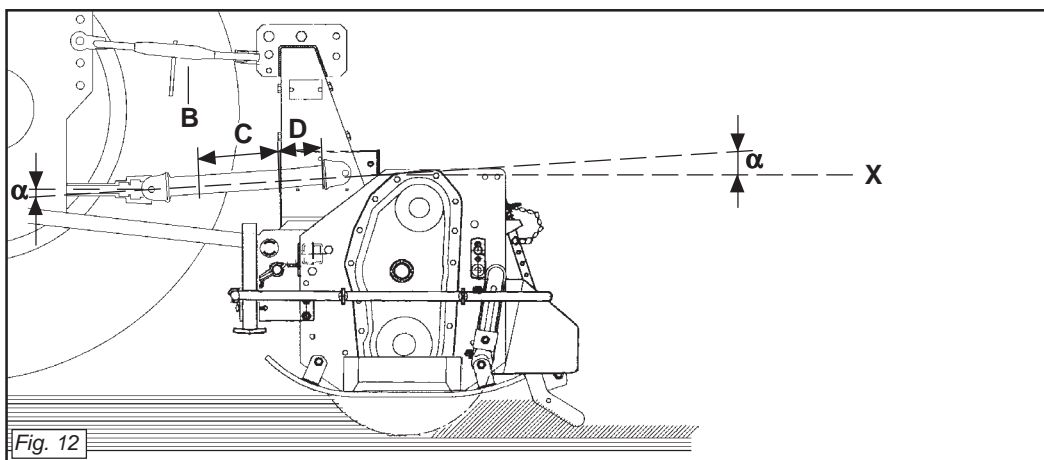
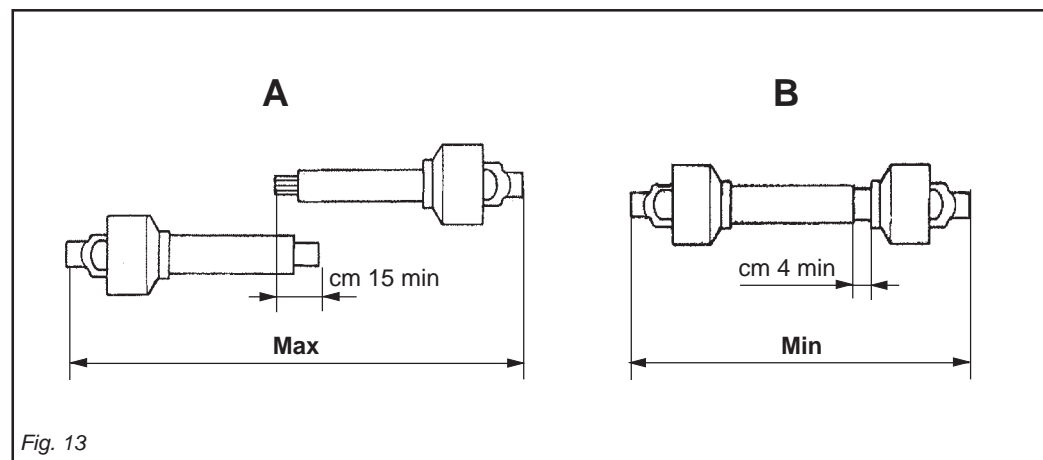

Fig. 12
Fig. 13
Per fare ciò aumentare o diminuire la lunghezza della barra superiore dell'attacco (B Fig. 12) in modo da portare l'asse (X Fig. 12) della ghiera scanalata della scatola parallela al suolo.
- I due angoli (α Fig. 12) formati dalle assi delle forcelle e l'asse dei tubi scorrevoli saranno uguali e non dovranno superare i 10°.
- La copertura (C Fig. 12) dei tubi scorrevoli deve essere di 15 cm minimo (Fig. 13).
- I due tubi dell'albero di trasmissione a cardano non si devono ricoprire completamente, una corsa di sicurezza (D Fig. 12) di 4 cm minimo deve sussistere.
To achieve this, increase or decrease the length of the top bar of the hitch (B Fig. 12) so as to set the axis (X Fig. 12) of the housing's grooved ring nut parallel to the ground.
- *The two angles (α Fig. 12) formed by the fork axes and the axis of the sliding tubes will be equal and must not exceed 10°.*
- *The sliding tubes (C Fig. 12) must overlap by at least 15 cm (Fig. 13).*
- *The two tubes of the driveline shaft must not fully overlap. There must always be a safety travel (D Fig. 12) of at least 4 cm.*
Um dies zu erhalten, die Länge der oberen Kupplungsstange (B Abb. 12) erhöhen oder verringern, bis die Achse (X Abb. 12) der Keilmutter des Gehäuses parallel zum Boden steht.
- Die beiden Winkel (α Abb. 12), die aus den Achsen der Gabeln und der Achse der Gleitrohre bestehen, müssen gleich groß sein und dürfen auf keinen Fall größer als 10° sein.
- Die Überdeckung (C Abb. 12) der Gleitrohre muss mindestens 15 cm ausmachen (Abb. 13).
- Die beiden Rohre der Gelenkwelle dürfen sich nicht ganz überdecken. Es muss noch einen Sicherheitshub (D Abb. 12) von mindestens 4 cm geben.
L'attelage est correct quand dans la position de travail la machine est horizontale. Pour obtenir cette condition augmenter ou diminuer la longueur de la barre supérieure de l'attelage (B Fig. 12) de manière à ce que l'axe (X Fig. 12) de la bague cannelé de la boîte soit parallèle au sol.
- *Les deux angles (α Fig. 12) formés par les axes des fourches et l'axe des tubes coulissants doivent être identiques et ne doivent pas dépasser 10°.*
- *La couverture (C Fig. 12) des tubes coulissants doit être au minimum de 15 mm (Fig. 13).*
- *Les deux tubes de l'arbre de transmission à cardans ne doivent pas se recouvrir complètement, il doit rester une course de sécurité (D Fig. 12) de 4 cm au minimum.*
Para ello aumentar o disminuir la longitud de la barra superior del enganche (B Fig. 12) en modo de llevar el eje (X Fig. 12) de la tuerca ranurada de la caja paralela al terreno.
- Los dos ángulos (α Fig. 12) formados por los ejes de las horquillas y el eje de los tubos corredizos serán iguales y deberán superar los 10°.
- La cobertura (C Fig. 12) de los tubos corredizos debe ser como mínimo de 15 cm (Fig. 13).
- Los dos tubos del árbol de transmisión de cardán no se deben cubrir completamente, debe quedar una carrera de seguridad (D Fig. 12) de 4 cm como mínimo.
- Gli angoli (α Fig. 12) dei cardani non devono essere superiori a 40° (Fig. 12). Se non si raggiungono questi due risultati:
Quando esso è inserito al massimo, il gioco minimo consentito deve essere di 4 cm. (Fig. 13).
- The angles (α Fig. 12) of the drivelines must not exceed 40° (Fig. 12).
When fully inserted, the minimum play must be 4 cm. (Fig. 13).
- Die Winkel (α Abb. 12) der Gelenkwellen dürfen nicht größer als 40° sein (Abb. 12).